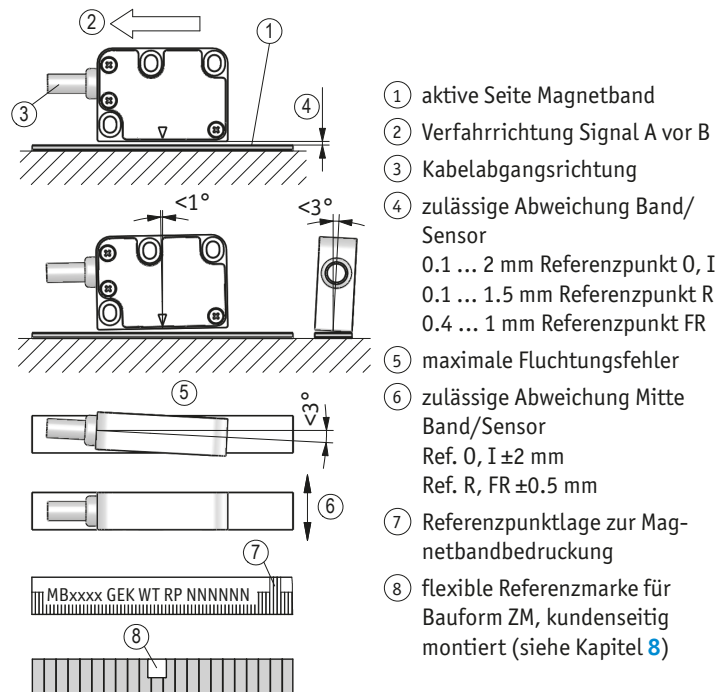

Abb. 6: Definition der Zählrichtung mit Magnetband und Montage Sensor/Magnetband, Abstandsmaße, Toleranzen
► Auf richtige Ausrichtung des Magnetsensors achten, damit die optimale Abtastung gewährleistet ist (siehe Abb. 6).